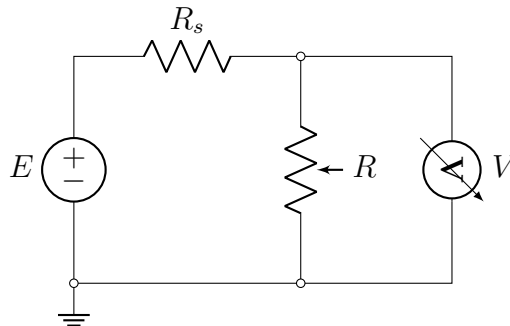

Figura 9: Montaje Experimental para Determinar la Resistencia Interna R_s , de una Fuente.
3.2.3 DETERMINACIÓN DE LA RESISTENCIA INTERNA DE UNA FUENTE El voltaje V_m registrado por el voltímetro de la figura 9, está dado por la ecuación: